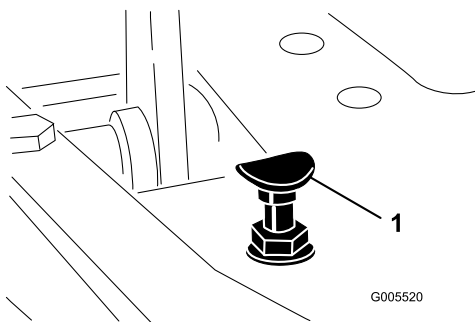

Figura 55
Per ottenere la velocità massima di trasferimento mettete la leva di comando delle funzioni in posizione di trasferimento, e premete il pedale di trazione. Se il pedale tocca il fermo (Figura 55) prima che avvertiate la tensione sul cavo:
1. Spostate la leva di comando delle funzioni in posizione di trasferimento e allentate il dado di bloccaggio che fissa il fermo del pedale alla piastra di appoggio (Figura 55);